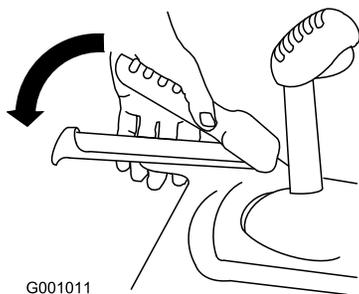

Figura 21
3. Premete la leva sinistra (trazione) contro l'impugnatura (Figura 21).
6. Premete la leva sinistra (trazione) contro l'impugnatura (Figura 21).